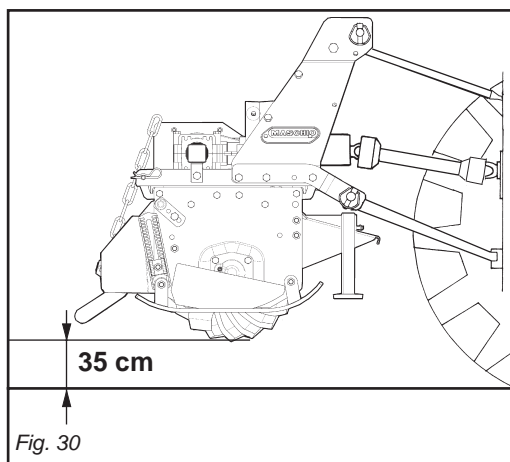

Fig. 30
Sollevarla sempre per i cambiamenti di direzione e le inversioni di marcia. Durante il trasporto, od ogni qualvolta si renda necessario il sollevamento dell'attrezzatura, è opportuno che il gruppo di sollevamento del trattore venga regolato in modo che la macchina stessa non sia sollevata da terra per più di 35 cm circa (Fig. 30).
*During transport, or whenever the implement must be raised, it is advisable to adjust the lift unit of the tractor so that the implement itself is not raised more than about 35 cm from the ground (Fig. 30).*
Pendant le déplacement et chaque fois qu'il faut relever la houe, veillez à ce que le groupe de relevage du tracteur soit réglé de manière à la soulever au moins de 35 cm (Fig. 30).
*Das Gerät zum Ändern der Richtung und zum Wenden immer ausheben. Während des Transportes, jedesmal wenn das Ausheben des Gerätes erforderlich wird, sollte der Kraftheber des Schleppers immer so eingestellt werden, daß das Gerät nicht mehr als circa 35 cm Abstand vom Boden aufweist (Abb. 30).*
Durante el transporte, cada vez que se hace necesario alzar el equipo, es conveniente que el grupo de elevación del tractor se regule en modo tal que el equipo mismo no se alce desde el suelo más de 35 cm aprox. (Fig. 30).